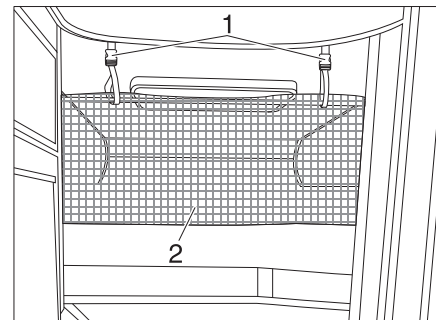

Fig. 164 Red de seguridad
La red de seguridad (Fig. 164, 2) viene de serie entre el colchón y el somier. Tender la red de seguridad cuando la persona ya se encuentre en la cama.
- Engatillar las cintas de sujeción (Fig. 164, 1) en los soportes en el techo.
La red de seguridad (Fig. 164,2) está almacenada de serie entre el colchón y el somier. Tender la red de seguridad cuando la persona ya se encuentre en la cama.
- Encastrar las cintas de sujeción (Fig. 164,1) en los soportes en el techo.